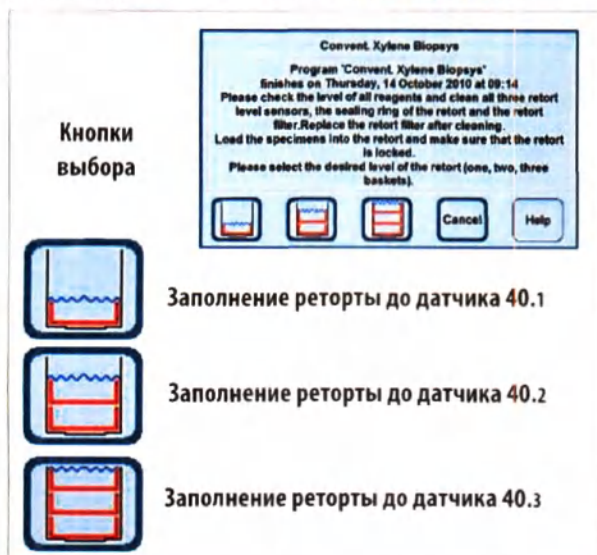

Рис. 31
Датчики уровня заполнения (слева на рис. 31)
При каждом запуске программы (за исключением режима **CONCENTRATION**, см. главу 5.1.2) сначала выводится сообщение, в котором необходимо подтвердить запуск. При этом, в зависимости от количества контейнеров в реторте, в диалоговом окне можно выбрать объём заполнения нажатием соответствующей кнопки (рис. 31).
- Для этого предусмотрены три датчика уровня заполнения (40.1 - 40.3) (рис. 31), которые находятся за крышкой (40) в задней стенке реторты.